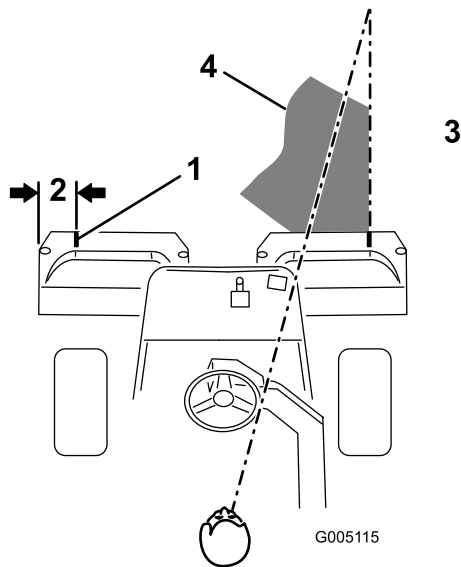
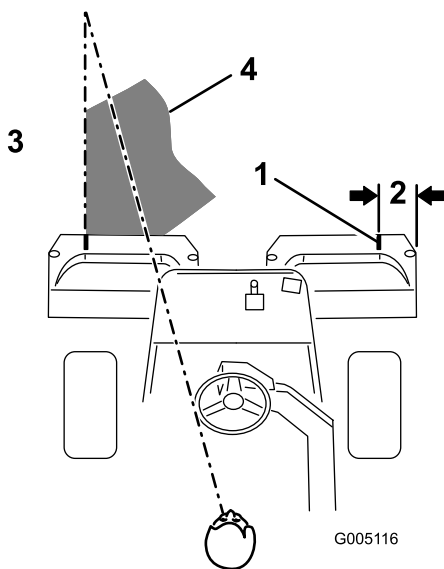

Figura 33
Figura 34
2. Coloque uma fita branca ou pinte um tira em cada um dos cestos, paralelamente à extremidade exterior de cada cesto (Figura 33).
3. Sobreponha uma quantidade mínima com o corte anterior nas passagens adicionais. Para cortar em linha recta ao longo do relvado e de modo a conseguir manter uma distância equitativa entre a extremidade da zona de corte anterior, estabeleça uma linha imaginária de aproximadamente 1,8 a 3 metros à frente da máquina até a extremidade da zona por cortar (Figura 33 e Figura 34). Alguns utilizadores acham útil incluir a borda exterior da roda motriz na linha imaginária; por exemplo, mantenha a extremidade da roda motriz alinhada com um ponto que se mantém sempre à mesma distância da dianteira da máquina (Figura 33 e Figura 34).